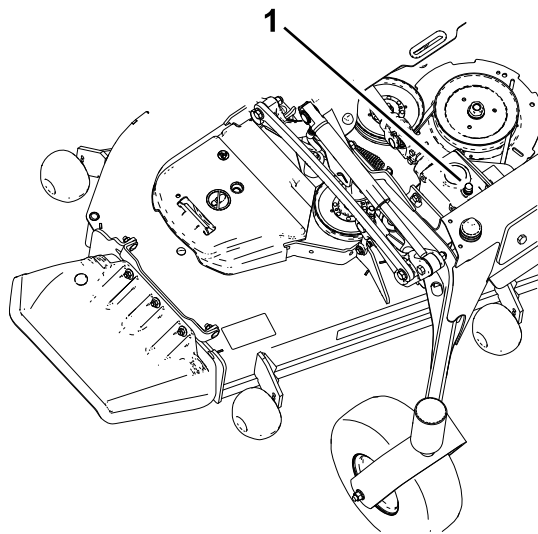

Figure 56
5. Retirez le bouchon de remplissage-jauge au sommet du boîtier d'engrenages et vérifiez que le niveau de lubrifiant se situe entre les repères sur la jauge (Figure 56)